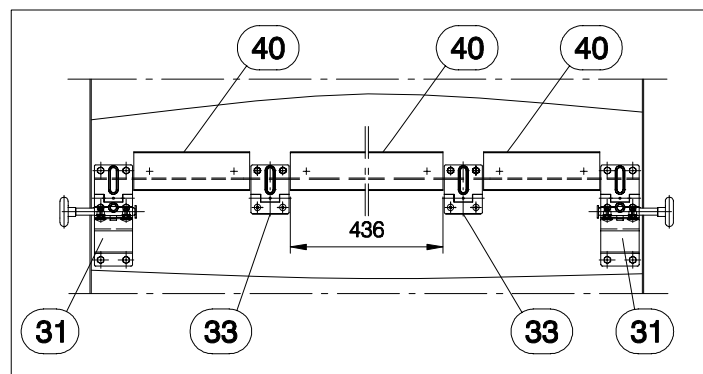

Abb.17
- Das Stoßabdeckungsprofil (42) über die gesamte Länge vermitteln (s. Abb.17).